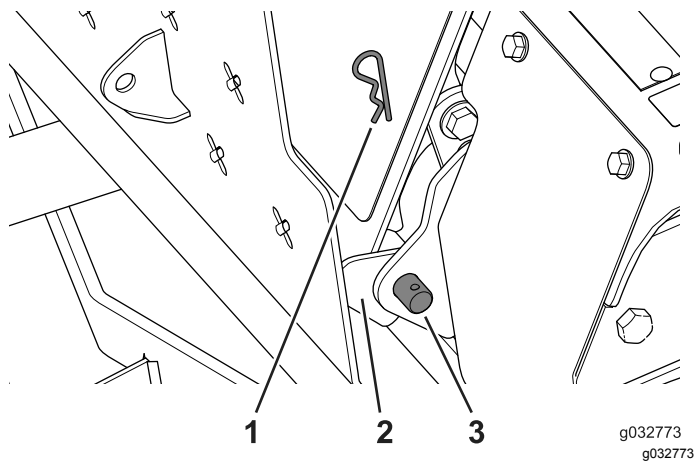

図 126
1. ピボットピンとヘアピンを使って運転台を 図 126 のように固定する。